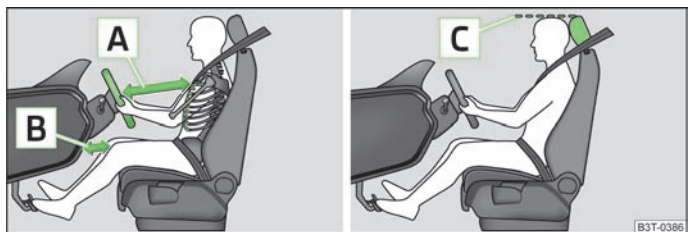

Fig. 135 Distanța corectă a șoferului față de volan și planșa de bord / Reglarea corectă a înălțimii tetierei
- Reglați volanul astfel încât distanța » fig. 135 **A** dintre volan și torace să fie de cel puțin 25 cm și distanța dintre picioare și planșa de bord în zona airbagului pentru genunchi să fie de minim 10 cm » fig. 135 **B**.
- DReglați tetierele astfel încât marginea superioară a tetierei să se afle la aceeași înălțime cu partea superioară a capului dumneavoastră » fig. 135 **C**.
- Reglați tetierele astfel încât marginea superioară a tetierei să se afle la aceeași înălțime cu partea superioară a capului dumneavoastră » fig. 135 **C**.